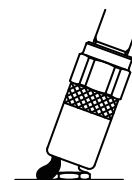

Fig. 6
- 4) グリースガンの hidroチャックを外してください。圧力がかかっていますので、いきなり引っ張りますとニップルの頭部を折る恐れがあります。hidroチャックを斜めに傾け、内圧を抜き、爪の噛付きを緩めると、簡単に外すことができます。(Fig. 6)